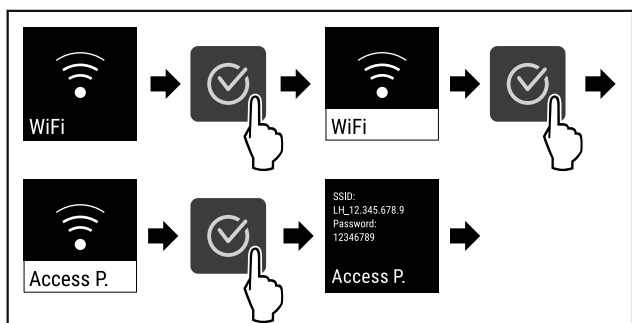

Fig. 75
- ▶ Wykonać czynności (patrz Fig. 75).